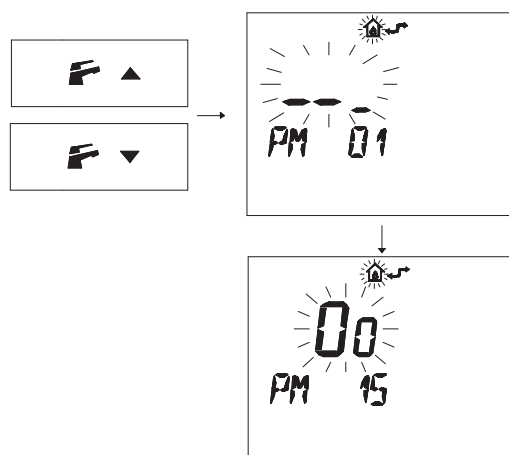

Рисунок 5.25
- Нажмите кнопку   или  , чтобы вывести на дисплей параметр "PM15" для активации внешнего датчика (Рисунок 5.25).